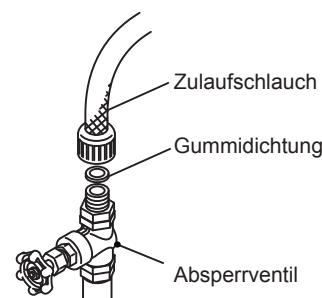

Abb. 4
- 1) Das freie Ende des Zulaufschlauches mit dem Absperrventil (Abb. 4) verbinden und darauf achten, dass die Gummidichtung richtig positioniert ist. Mit der Hand so anziehen, dass die Verbindung dicht ist. Vorsichtshalber sollte das Absperrventil in Reichweite sein.
- Das Absperrventil der Trinkwasserversorgungsleitung schließen. Siehe Abb. 4.